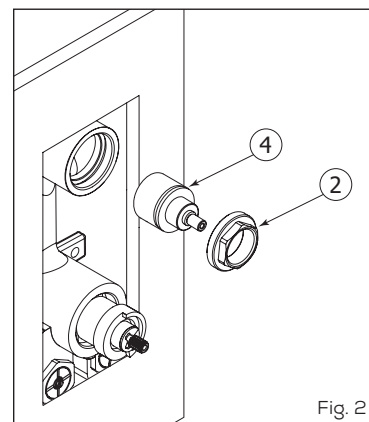

Fig. 2
Insert the diverter cartridge (4) into the valve body as shown (Fig. 2). Screw the large nut (2) back into place.
Insérer la cartouche du déviateur (4) dans la valve tel qu'illustré. (Voir Fig. 2). Revisser l'écrou (2) en place.